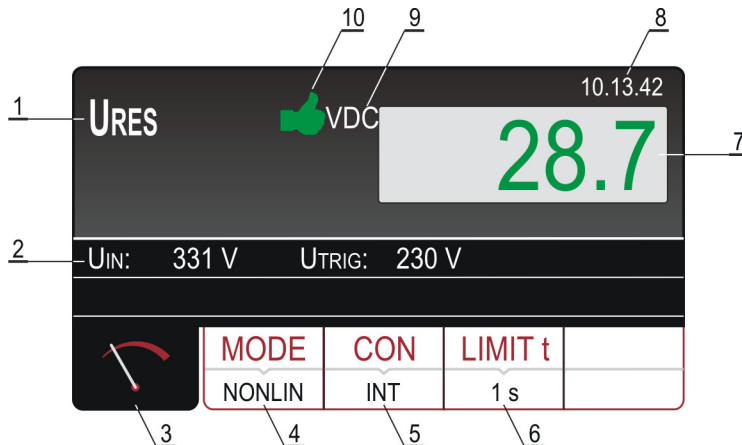

Abb. 32: Bildschirmseite der URES Testergebnisse
- 8) Das Testergebnis wird in grün angezeigt, vom grünen Symbol und einem kurzen Signalton begleitet, wenn es niedriger oder gleich 60 VRMS (AC oder DC, siehe Einheit) ist. Wenn das Ergebnis höher als 60 VRMS ist, wird es in rot angezeigt, vom roten Symbol und einem längeren Signalton begleitet. Die Abbildung 32 zeigt ein Beispiel der Bildschirmseite mit den Messergebnissen.
- 4) Das Testergebnis wird in grün angezeigt, mit grünem Symbol und einem kurzen Signalton begleitet, wenn es niedriger oder gleich 60 VRMS (AC oder DC, siehe Einheit) ist. Wenn das Ergebnis höher als 60 VRMS ist, wird es in rot angezeigt mit rotem Symbol und einem längeren Signalton begleitet. Die Abbildung 32 zeigt ein Beispiel der Bildschirmseite mit den Messergebnissen.